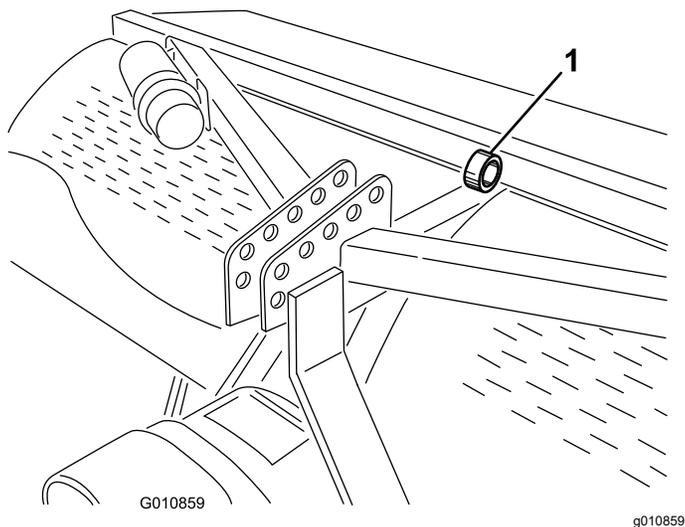

图 41
**注意** 您可以使用起重机提起打孔机。用打孔头孔眼作为起重机连接点图 41。确保起重机具有足够的提升能力。请参阅规格 (页码 20)。